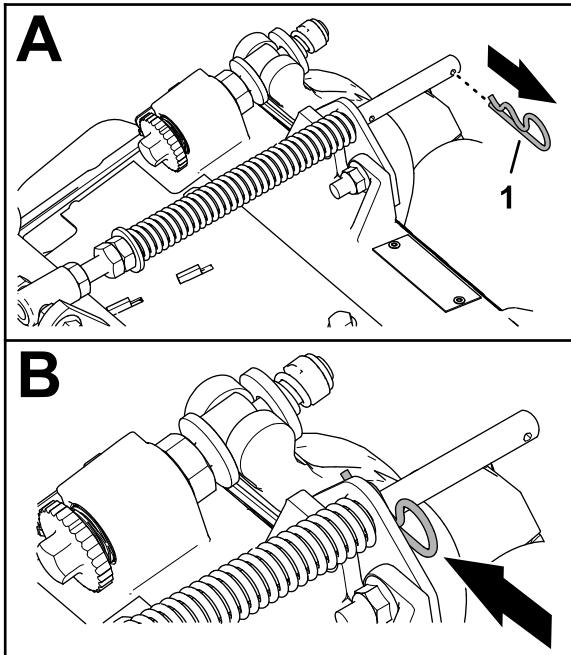

Bild 16
1. Wenn der Splint im hinteren Loch der Kompensierungsfederstange installiert ist, entfernen Sie den Splint und setzen Sie ihn in das Loch neben der Halterung ein (Bild 16).